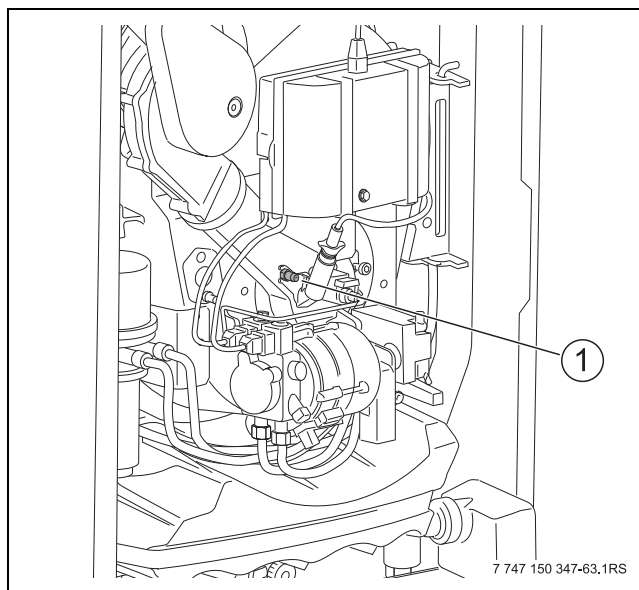

Fig. 54 Mesure de la pression statique du ventilateur
- ▶ Ouvrir la buse de mesure de pression (→ fig. 54, [1], page 36) pour la pression statique du ventilateur sur le boîtier du brûleur.
- ▶ Brancher l'appareil de mesure pour la pression statique du ventilateur sur la buse de mesure de pression (→ fig. 54, [1], page 36) du boîtier du brûleur.